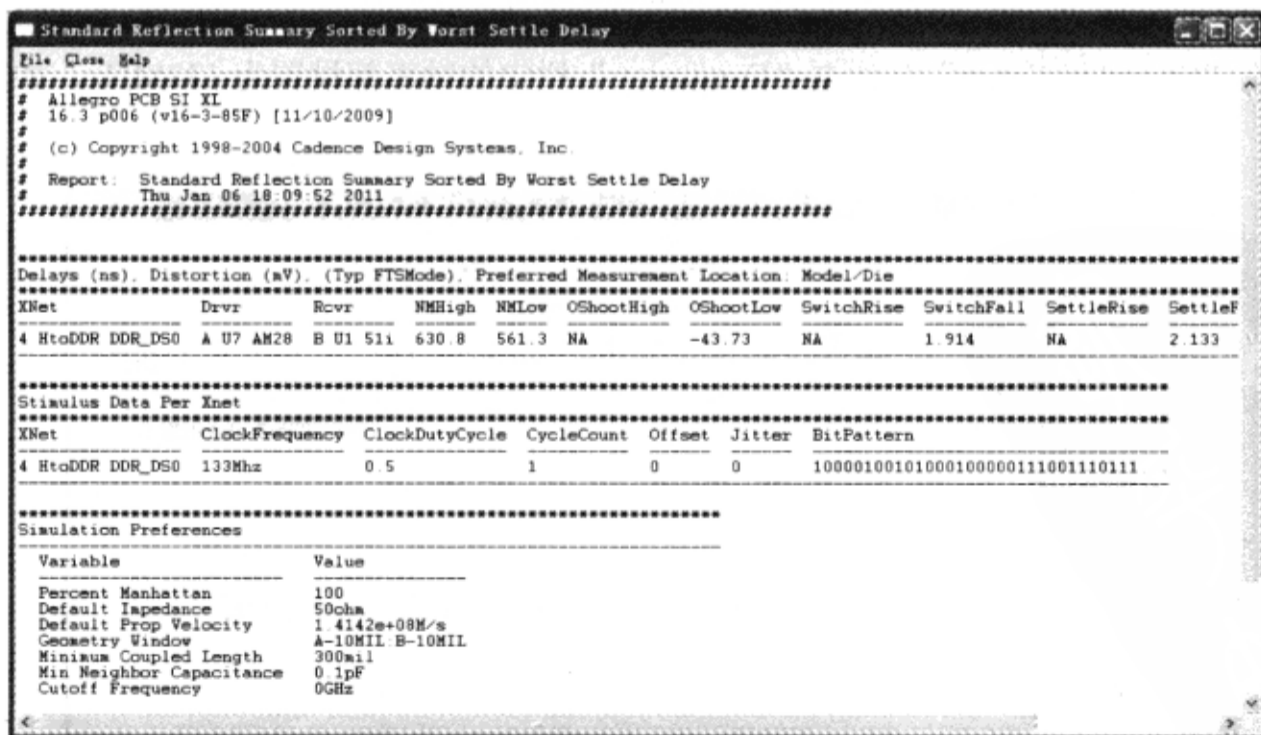

图 5-3-19 反射报告
(10) 当仿真完成后，仿真进度窗口消失，弹出“Standard Reflection Summary Sorted By Worst Settle Delay”窗口（反射报告），如图 5-3-19 所示。